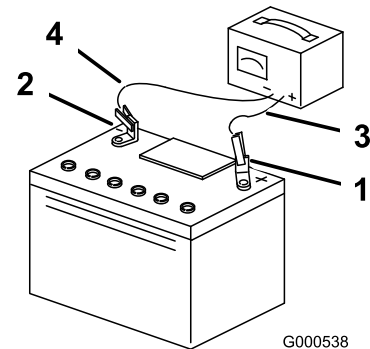

Bild 53
3. Ziehen Sie den Stecker des Ladegeräts aus der Steckdose, wenn die Batterie ganz aufgeladen ist. Klemmen Sie dann die Klemmen des Ladegeräts von den Batteriepolen ab (**Bild 53**).